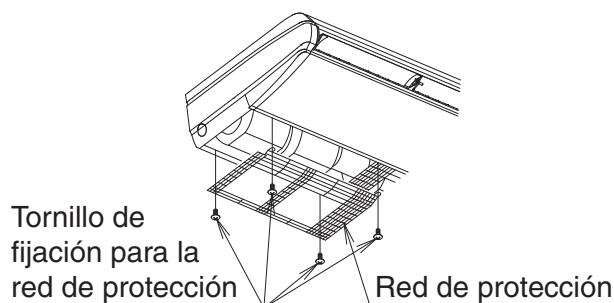
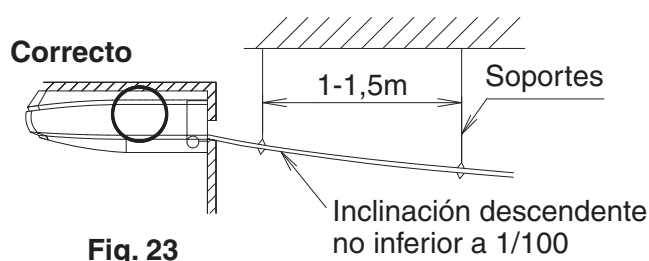
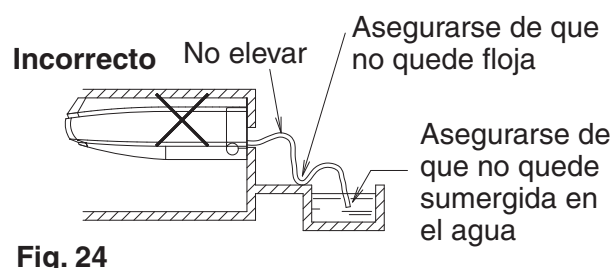

Fig. 22
Fig. 23
Fig. 24
Tras la instalación de la manguera de drenaje (1) (accesorio), coloque la red protectora siguiendo, en orden inverso, los pasos indicados para retirarla. **(Refiérase a la Fig. 22)**
- Seleccione un diámetro de tubería equivalente o superior al de la tubería de drenaje (1) (accesorio) (tubería de cloruro polivinílico, diámetro nominal 20 mm, diámetro exterior 26 mm).
- Instale la tubería con la menor longitud posible, con una inclinación descendente de 1/100 o superior, para evitar el estancamiento del aire. **(Refiérase a la Fig. 23 y Fig. 24)**
- Instale los soportes a una distancia de entre 1 y 1,5 m para que la tubería no se desvíe. **(Refiérase a la Fig. 23)**